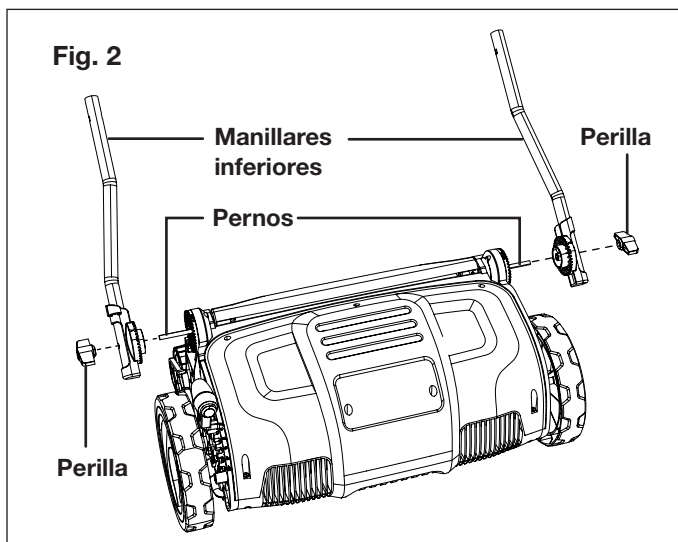

Fig. 2
2. Asegúrese de que los orificios de las barras inferiores y de las ruedas dentadas para ajuste estén alineados. Inserte los pernos de la máquina en estos orificios. Asegúrelos con un juego de dos perillas (Fig. 2).